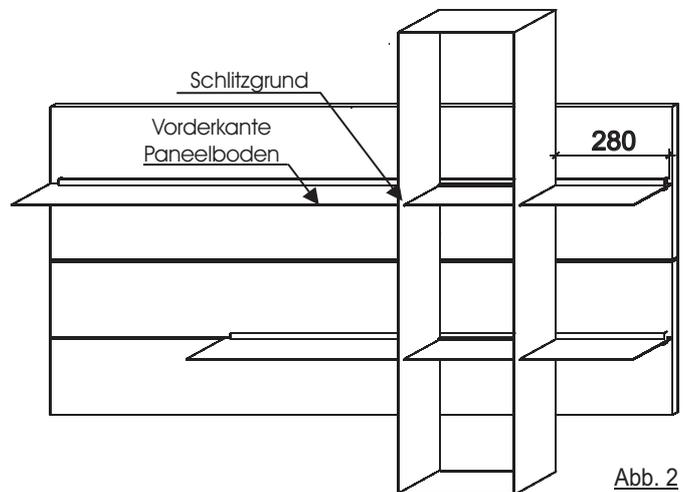

Abb. 2
3. Schieben Sie das Regal soweit auf die Böden bis die Vorderkante der Paneelböden gegen den Schlitzgrund des Aufschubregals stoßen. Zwischen Wandpaneel und Aufschubregal bleiben nun ca. 17mm Platz. Der seitliche Abstand zwischen Boden und Aufschubregal beträgt ca. 280mm. (Abb. 2)